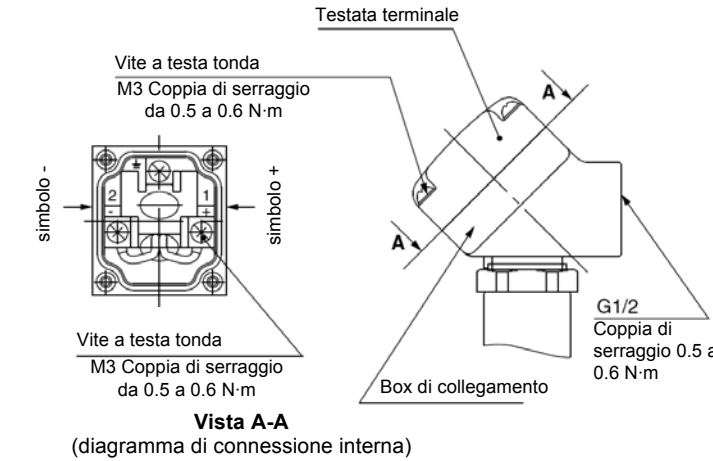

Figura 11
- Effettuare le connessioni secondo quanto indicato nella Figura 11.
- Serrare le viti e i raccordi in base alla Figura 11.